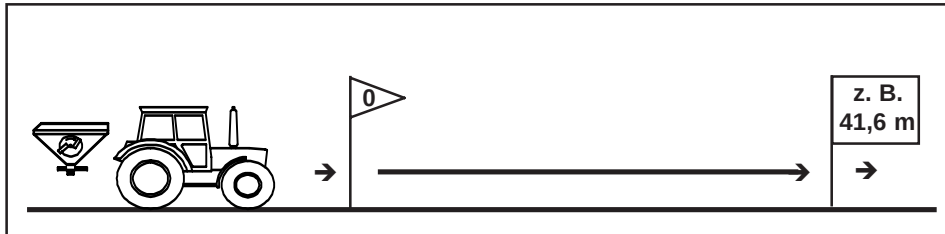

Fig. 7.15
- Meßstrecke auf dem Feld exakt abmessen. Anfangs- und Endpunkt der Meßstrecke markieren (Fig. 7.15).